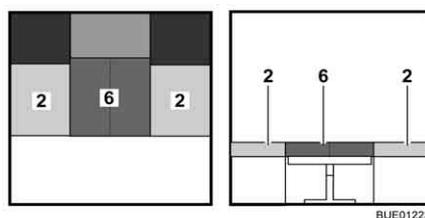

Fig. 100 Dopo la trasformazione
- Aprire il cuscino aggiuntivo (Fig. 100,6) e porlo tra i cuscini del divano (Fig. 100,2).